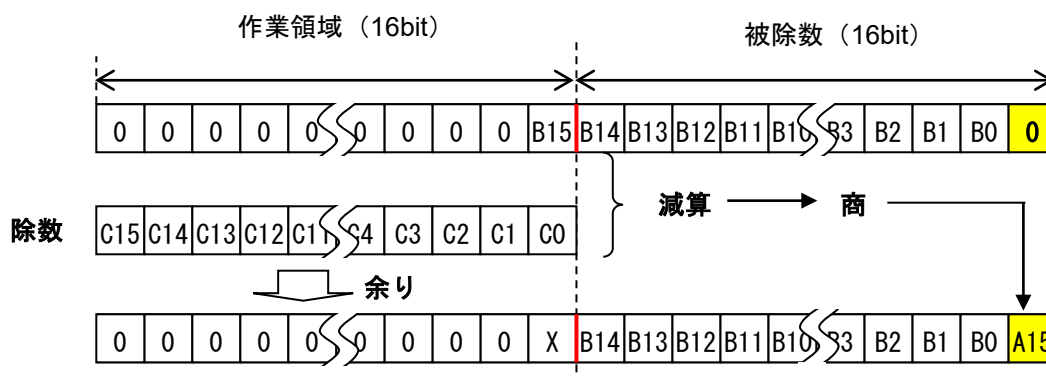

図 3.4 減算の実行
- ③ 作業領域から除数を引けるかどうか確認し、引ければその回の商は1になり、引けなければ0になります。この商は被除数(領域)のLSBに格納します。引けた場合の余りは作業領域に格納されます(図3.4参照)。
このような計算を行う場合に注意する必要があるのが、商の桁位置(ビット位置)です。減算そのものがビットをシフトしながら引いていくので、商には1回の減算ごとに1ビットシフトしながら毎回の結果を付け加えていくことになります。図3.4の場合を考えると、その結果の1ビット(商のビット)には2の15乗の重み(桁)があります。②と③がセットで1ビット分の減算が完了します。